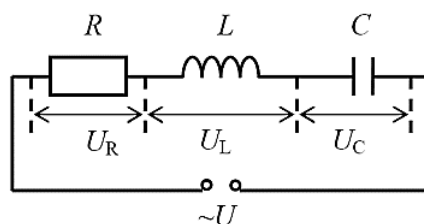

Рисунок 7.1–Электрическая цепь с активным и реактивными элементами
2) Рассмотрим последовательно соединённые R, L и C (рисунок 7.1).